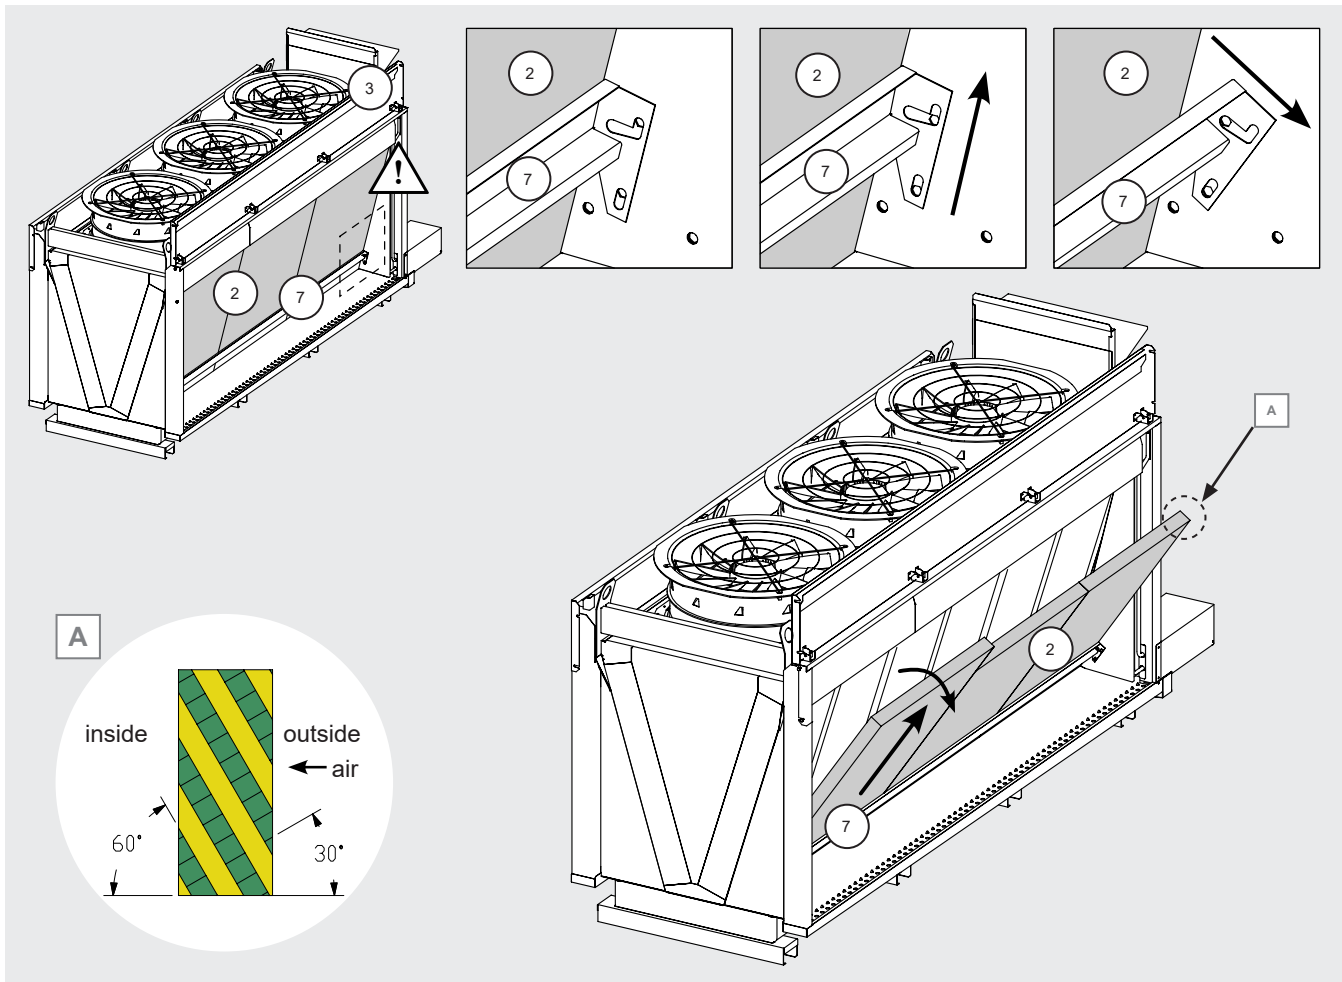

Figure 23
- 12.11.23 Tirer la barre transversale (7) vers le haut puis vers l'extérieur, en la faisant tourner. Attention: cette opération fait basculer le panneau en carton (2). Voir la Figure 23.
- 12.11.26 Faites attention au sens d'installation des panneaux. Voir la Figure 23 A.